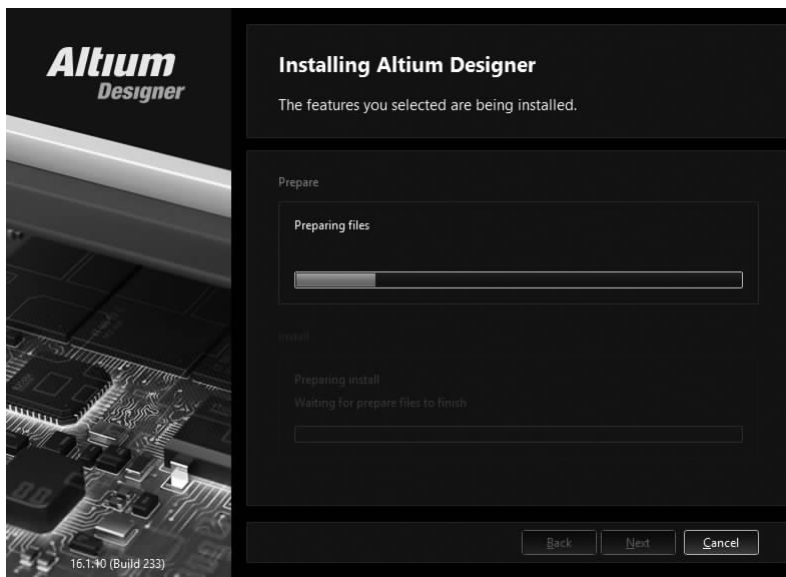

图 1-7 安装 Altium Designer 16 的进度
(7)在图 1-7 所示对话框中显示安装进度,完成后单击“Next”按钮。